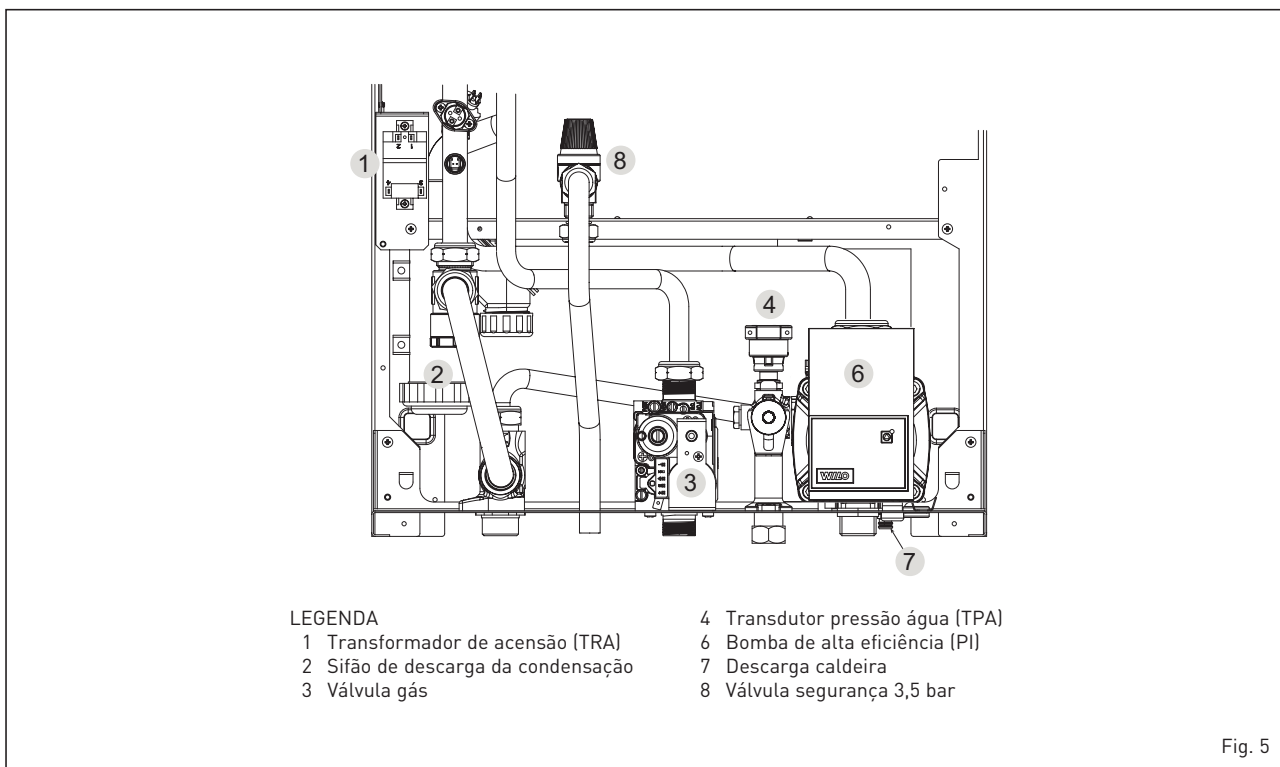

Fig. 5
2.3.1 Esvaziamento da instalação (fig. 5)